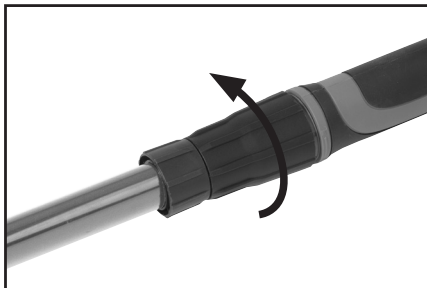

Fig. 5
- Serrez l'écrou à douille pour fixer le tube d'extension et la bague d'extrémité en position de service. (Fig. 5)